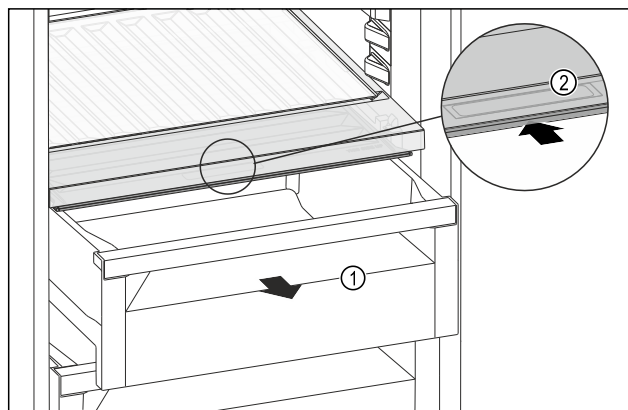

Fig. 263
- ▶ Izvucite ladicu Fig. 263 (1).
- ▶ Primite ručku Fig. 263 (2) na poklopcu pretinca i istodobno povucite poklopac pretinca prema natrag.